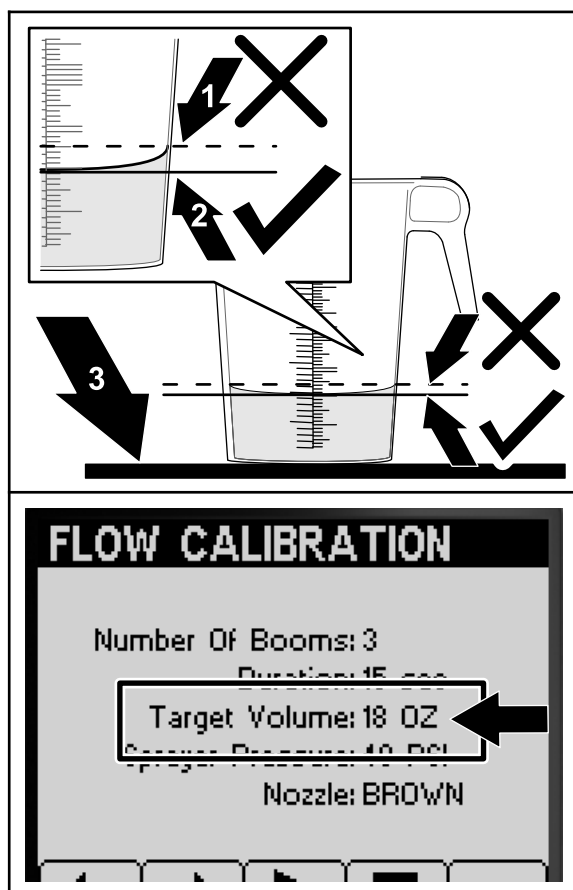

图 52
6. 将刻度容器放到水平地面上观察液量图 52。
7. 对比带刻度接水容器中的水量与 InfoCenter 信息中心屏幕上显示的 Target Volume 目标液量图 52。